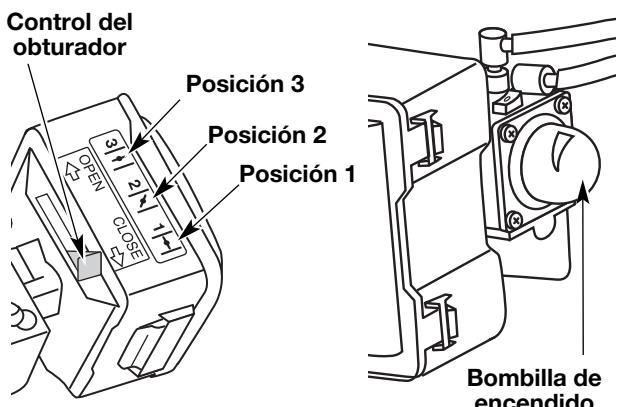

Fig. 11
- Oprima completamente el cebador y suéltelo 10 veces. Hágalo lentamente. Se deberá ver un poco de **combustible en el cebador** y en las tuberías de alimentación de combustible (Fig. 11). Si no puede ver el combustible en el cebador, oprímalos y suéltelos tantas veces como sea necesario hasta que vea combustible en el mismo.